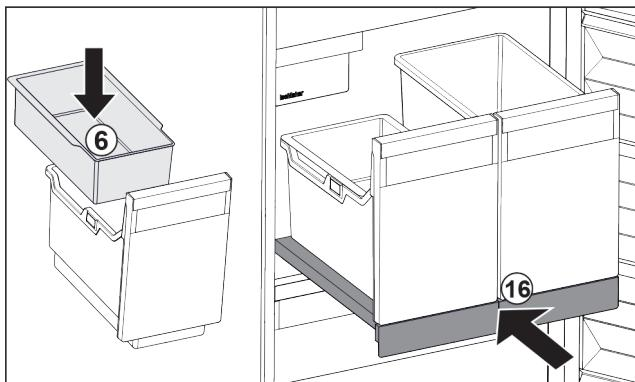

Fig. 106
- Einhängeschale Fig. 106 (6) für Eiswürfel einsetzen.
- Auszugsbord mit Behälter (IceTower) einschieben. Fig. 106 (16)